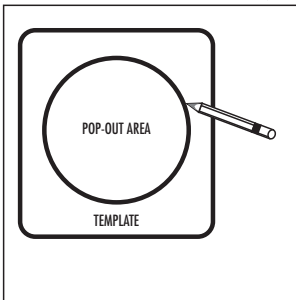

FIGURE 10a
- Using the template, trace the installation location with a pencil. You can do this by holding the template in your preferred location and tracing around it (rectangle) or within the template pop-out area (round). Use a level to make certain the template is straight and plumb. This is the exact cutout size [figures 10a & 10b].
- À l'aide du gabarit, tracez l'endroit de l'installation avec un crayon. Vous pouvez accomplir cette tâche en tenant le gabarit sur l'endroit choisi et en traçant autour (rectangle) ou en traçant à l'intérieur de la zone détachable du gabarit (rond). Utilisez un niveau pour vous assurer que le gabarit est bien droit et de niveau. C'est la grandeur exacte de l'embrasure [figures 10a & 10b].